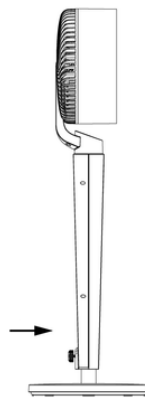

Рис. 2
2. Міцно затягнути гвинт на задній частині корпусу (рис. 2).